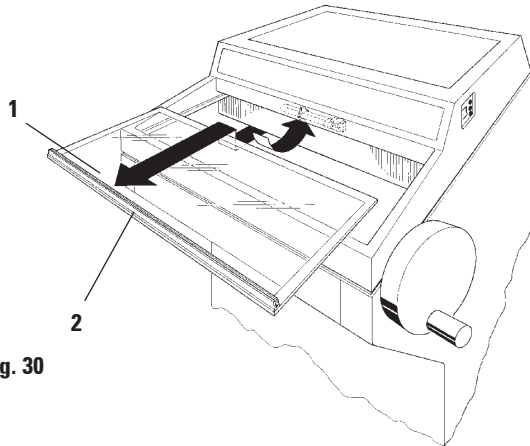

Fig. 30
- Levante ligeiramente a janela deslizante quando estiver fechada e segurando-a pela alça e puxe-a para a frente (**Fig. 30**) - ver "9.3.6 Troca da lâmpada".
- Solte o parafuso (3) com uma chave Allen (4 mm).